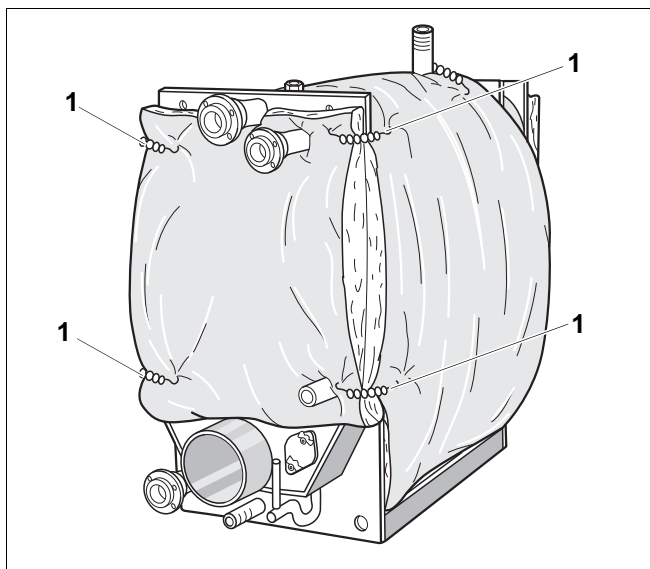

Рис. 9 Укладка и крепление теплоизоляции задней стенки
- Приложите к задней стенке корпуса котла заднюю теплоизоляцию и закрепите слева и справа 4 пружинными стяжками к изоляции корпуса (рис. 9, поз. 1).